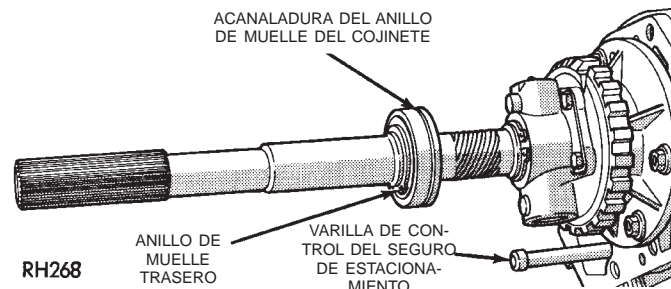

Fig. 30 Cojinete trasero del eje transmisor —Típico
(1) Retire el retenedor de cojinete trasero.
(2) Retire el anillo de muelle que retiene el cojinete trasero en el eje transmisor (Fig. 30).
(3) Retire el cojinete del eje transmisor.
(2) Instale el anillo de muelle que retiene el cojinete trasero (Fig. 30).
(3) Instale el retenedor de cojinete trasero.